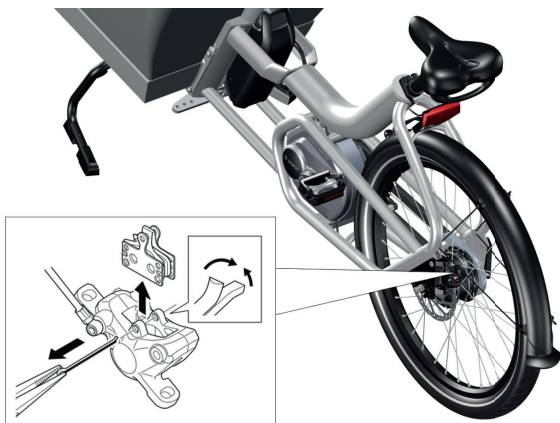

Abbildung 41 : Entfernen der Bremsbeläge, um sie auf Verschleiß zu prüfen
1. Ein Stift mit geteiltem Ende hält die Bremsbeläge in Position. Entfernen Sie diesen Stift mit einer Zange (siehe Abbildung 41).
2. Nehmen Sie die Bremsbeläge heraus (siehe Abbildung 41 zum Entfernen der Bremsbeläge am Hinterrad) und prüfen Sie sie auf Verschleiß. Wenn das Reibungsmaterial kleiner als 1 mm ist, sollten die Beläge ausgetauscht werden. Für den Austausch der Beläge wenden Sie sich bitte an Ihren Urban Arrow-Händler.